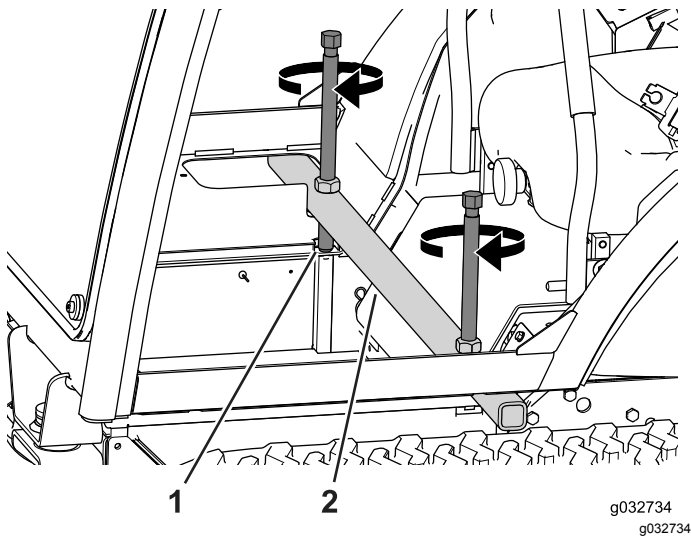

Bild 113
3. Legen Sie die Hubstange über den Kabinenrahmen (Bild 113).
4. Drehen Sie die Hubschrauben abwechselnd um ein paar Umdrehungen, bis die Kabine sich nach vorne dreht (Bild 113).